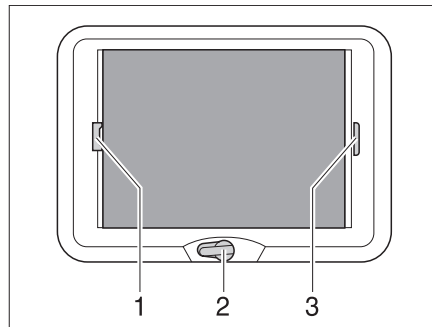

Bild 85 Vevmanövrerad taklucka
- Öppna:** ■ Vrid på handveven (Bild 85,2) tills ett motstånd känns (max öppningsvinkel 70°).
- Stänga:** ■ Drag i plisségardinens handtag (Bild 85,3) och släpp i önskad position. Plisségardinen stannar i denna position.
- Stänga:** ■ Drag, med handtaget (Bild 85,1), insektsskyddet till plisségardinens handtag (Bild 85,3) på den motsatta sidan, där det hakas i.
- Öppna:** ■ Tryck insektsskyddet handtag (Bild 85,1) bakåt, uppåt och haka av insektsskyddet från plisségardinen (Bild 85,3).